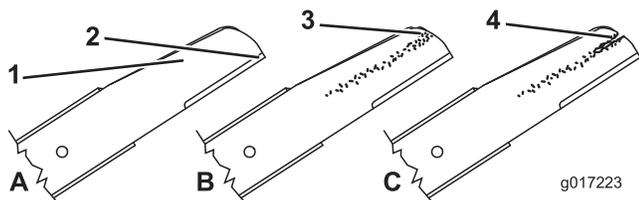

Figura 41
1. Inspeccione los filos de corte (Figura 41). Si los filos de corte no están afilados o tienen muescas, retire las cuchillas y haga que las afilen o cámbielas.
2. Inspeccione las cuchillas, especialmente la parte curva (Figura 41). Si observa cualquier daño o desgaste, o